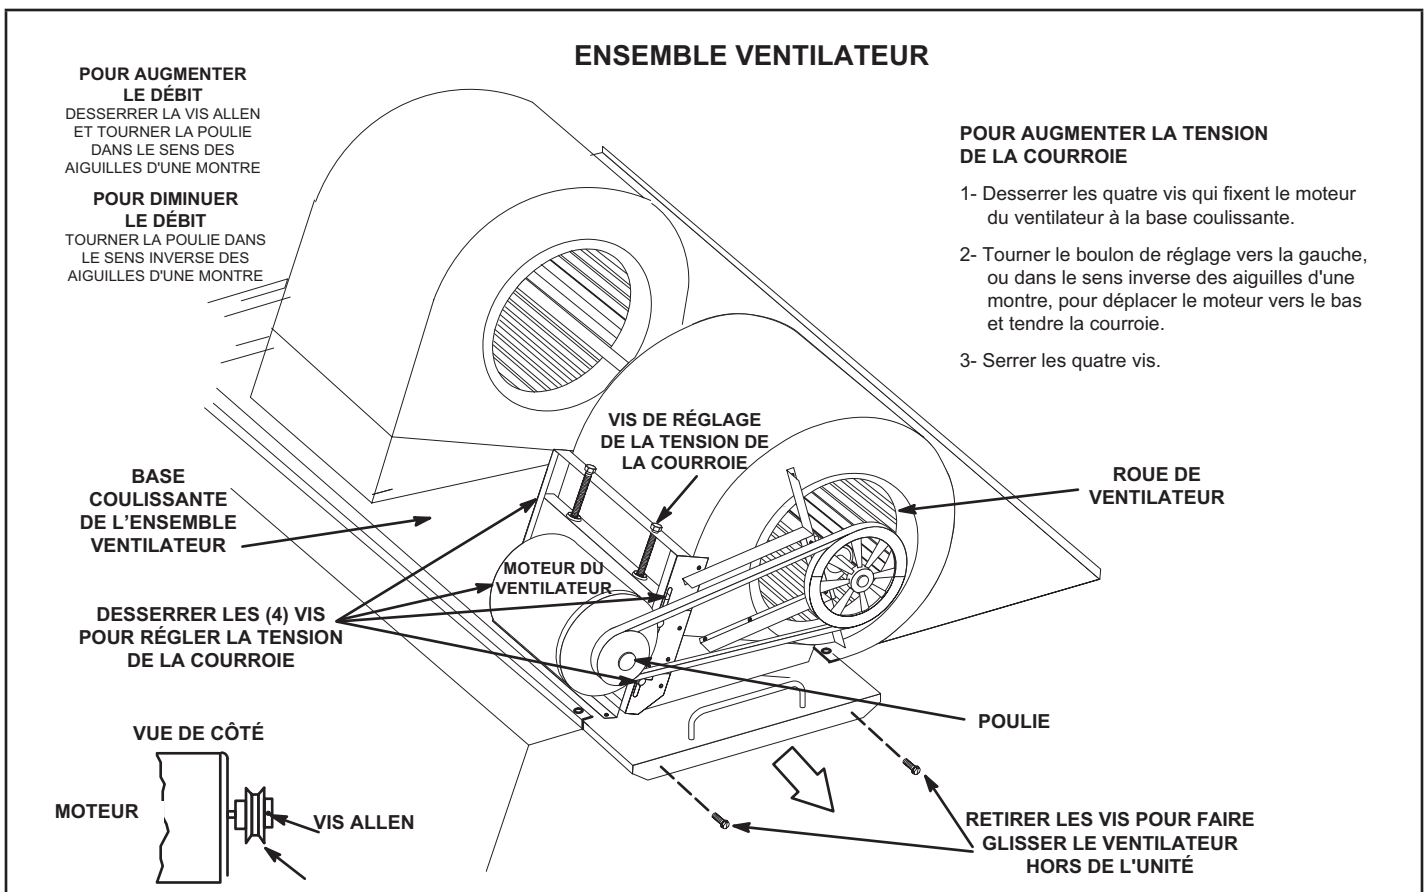

FIGURE 17
- 2 - Retirer les vis situées de chaque côté de la base coulissante de l'ensemble ventilateur. Voir FIGURE 17.
- 4 - La vitesse du ventilateur peut être réglée au niveau de la poulie du moteur. Desserrer la vis Allen et tourner la poulie réglable dans le sens des aiguilles d'une montre pour augmenter le débit. Tourner dans le sens inverse des aiguilles d'une montre pour diminuer le débit. Voir FIGURE 17. Ne pas dépasser les nombres minimum et maximum de tours de poulie indiqués au TABLEU 7.
- 1 - Desserrer les quatre vis qui fixent le moteur du ventilateur à la base coulissante. Voir FIGURE 17.